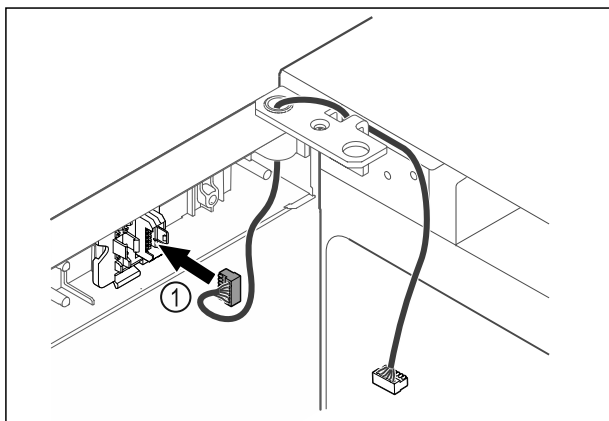

Fig. 58
- ▶ Вкарайте щекера Fig. 58 (1) в държача на щекера.